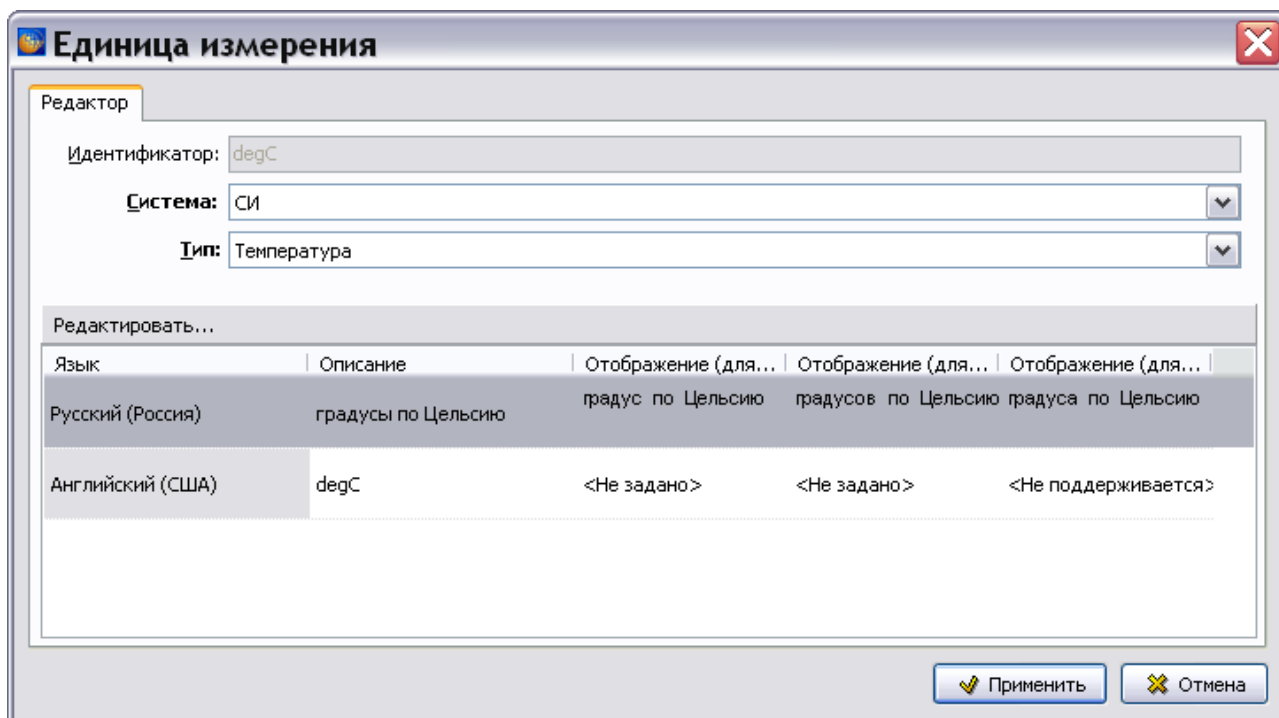

Рис. 3.17
- В окне **Единица измерения** – **ru-RU** для единицы измерения «градусы по Цельсию» нажмите на кнопку **Применить**. После этого произойдет возврат в окно **Единица измерения**, и введенные параметры отобразятся в нем (Рис. 3.17).